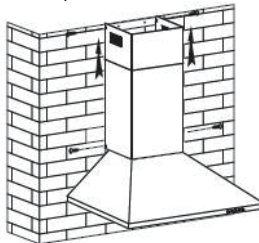

Abb. 6
8. Passen Sie die Höhe des Rauchfangs an die Position der Rauchfanghalterung an und schrauben Sie sie fest (siehe Bild 6).